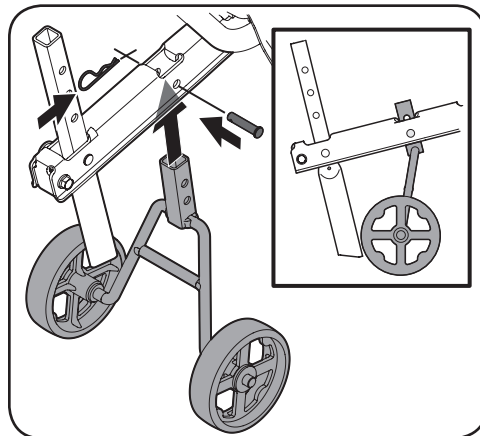

Figura 3-9
2. Deslice el conjunto de la rueda hacia el exterior del soporte, gire el conjunto de la rueda 180° y reinstálelo como se muestra en la Figura 3-9 utilizando los pasadores de horquilla y de chaveta para asegurarlo en su lugar.